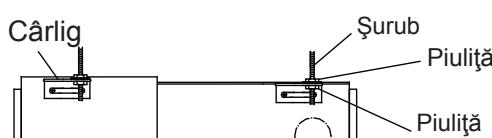

Fig.9
- (4). Treceți consola unității peste bolțurile montate pe tavan și montați unitatea cu piulițe speciale. (Fig.9)